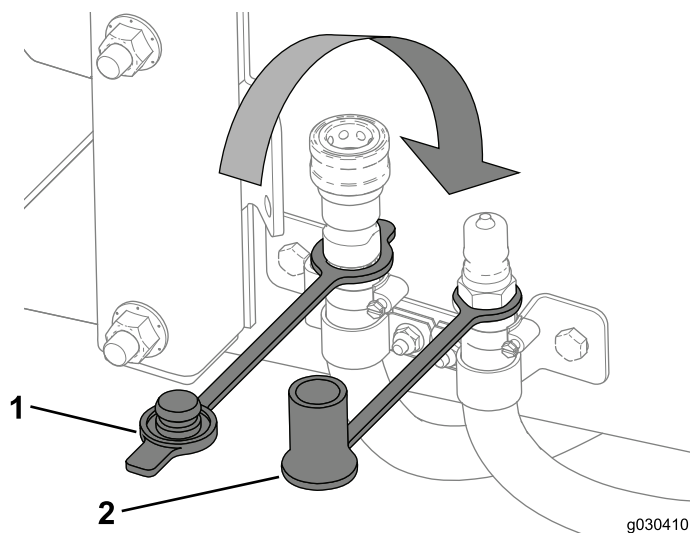

Figura 69
3. Vede os tubos do aquecimento utilizando os tampões antipoeira (Figura 69).